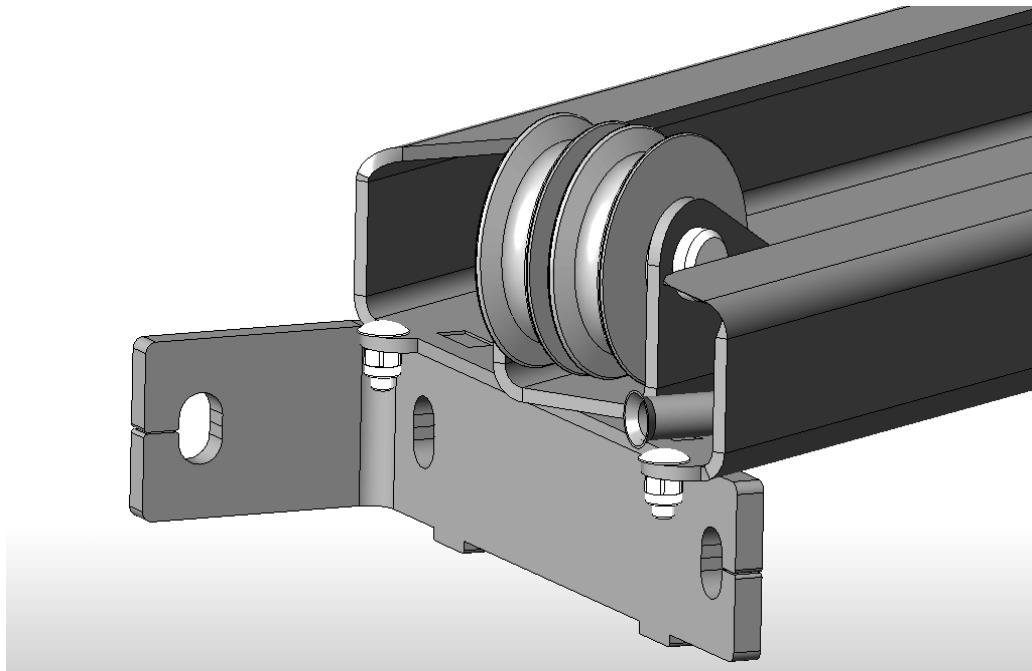

Рисунок 6.2 – Установка зацепов на перекладине
6.3 На готовый бетонный пол (4000x1500x250мм) установить стойки 1 и 2 (убедиться, что правильно выбрано направление заезда). К стойкам 1 и 2, используя болты M12x35, гайки M12, шайбы 12Г и шайбы 12, привернуть перекладину 3. Для удобства монтажа на концах перекладины закрепить мебельные болты с квадратным подголовком M6x16 (4 шт.) и самоконтрящиеся гайки М6 и использовать их в качестве зацепов за колонны (Рисунок 6.2).